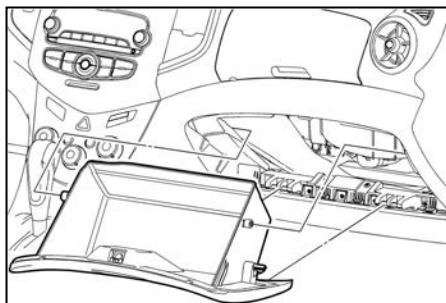

Fig. 24
2. Dégagez les butées d'arrêt de la boîte à gants et retirez la boîte à gants (*voir Fig. 24*).